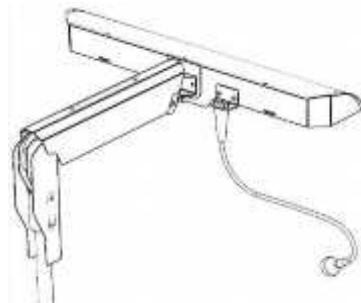

Рис.16
- светодиодного светильника ЛЮКС 2.1, рис.16. Изначально крепежные отверстия на плафоне (1) заглушены саморезами 3,5x9,5, рекомендуется заменить их на саморезы 3,9x16 из комплекта ЛЮКС 2.1.